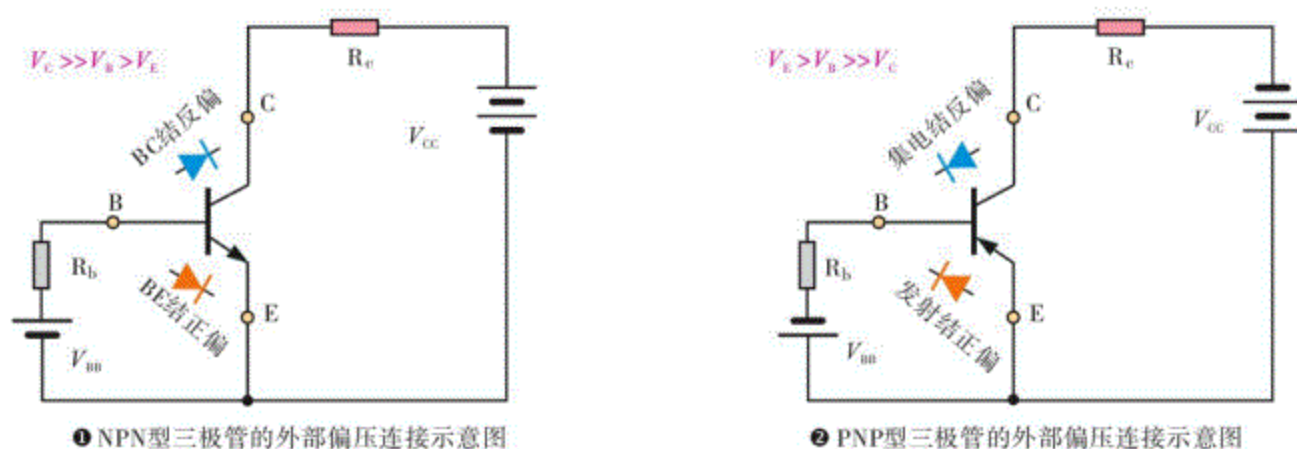

图9.7 电路图中的偏压连接
以上所示的NPN与PNP型三极管的偏压连接仅仅是一个示意图。从电路图上看，它们如图9.7中的①、②所示。